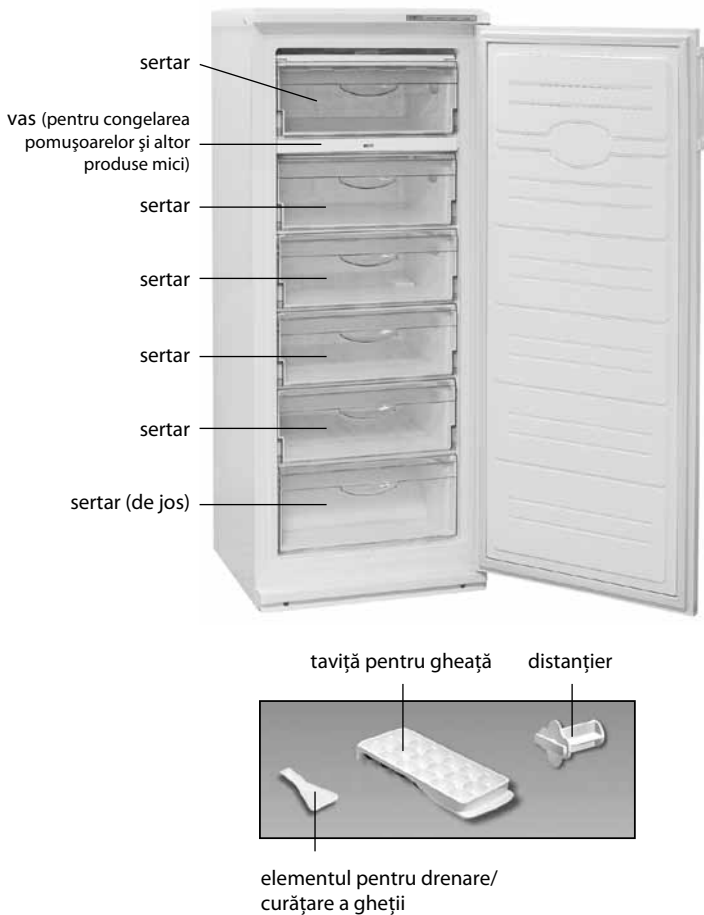

Figura 1 – Congelator și piese componente
**1.1** Congelatorul în conformitate cu figura 1 este destinat pentru congelarea produselor proaspete, păstrarea produselor congelate în sertare, prepararea gheții alimentare.